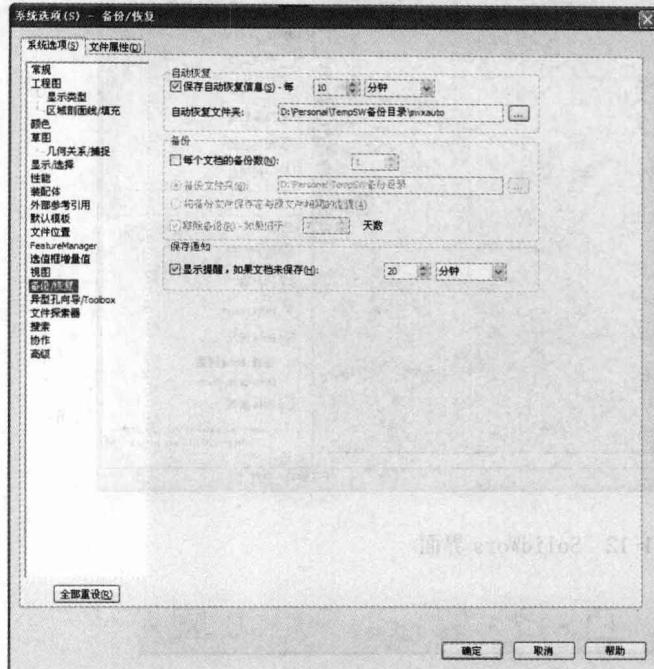

图 1-10 “系统选项—常规”对话框
**02** 设置保存目录。系统打开如图 1-10 所示的“系统选项—常规”对话框，单击对话框中的“备份/恢复”选项，在右侧“将备份存在的目录中”可以修改保存备份文件的目录。